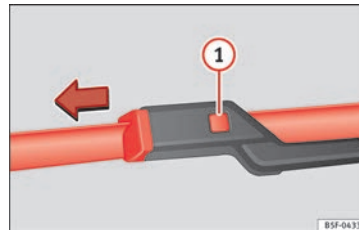

Abb. 80 Scheibenwischerblätter vorne auswechseln.
- Die Entriegelungstaste » Abb. 80 ① gedrückt halten und gleichzeitig das Scheibenwischerblatt vorsichtig in Pfeilrichtung abziehen.